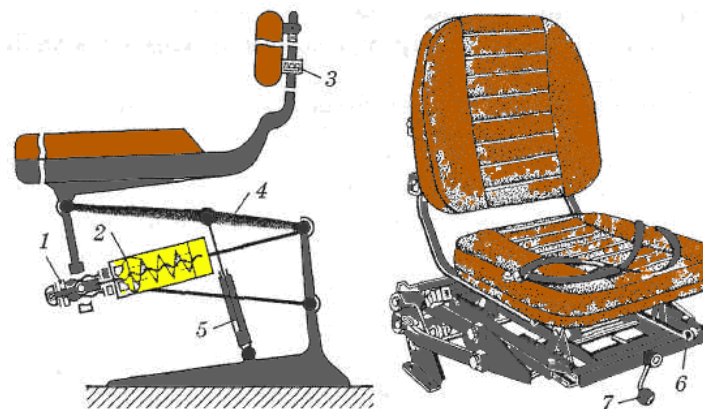

Рис. 6
6. Ознайомтеся з будовою сидіння, зображеного на рис. 6 (2 — пружина; 4 — паралелограмна підвіска; 5 — гідравлічний амортизатор) і способами його регулювання (залежно від маси водія — регулювальним гвинтом 1; установленням спинки в пазах кронштейна 3; регулюванням сидіння по довжині — важелем 6 та по висоті — обертанням рукоятки 7).